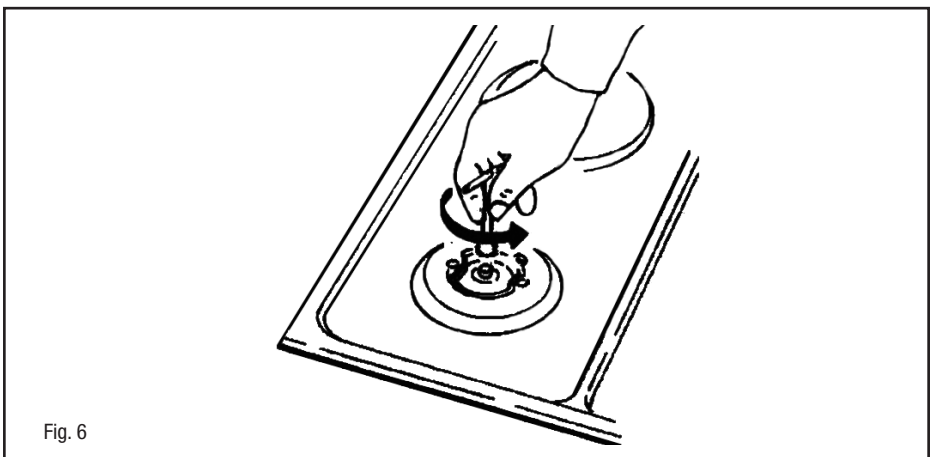

Fig. 6
(Fig. 6) Si el aparato estuviera preparado para un tipo de gas diferente del de la alimentación disponible, hay que efectuar:
- la sustitución de los inyectores (Fig. 6) con los correspondientes al tipo de gas a utilizar (véase tabla “Características inyectores”).